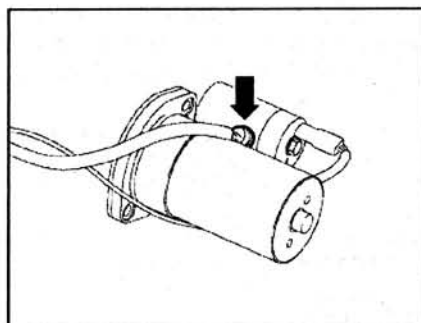

Рис. 8.4. Отсоедините провод клеммы **30** втягивающего реле.
3. Отсоедините провод клеммы **30** втягивающего реле (рис. 8.4).